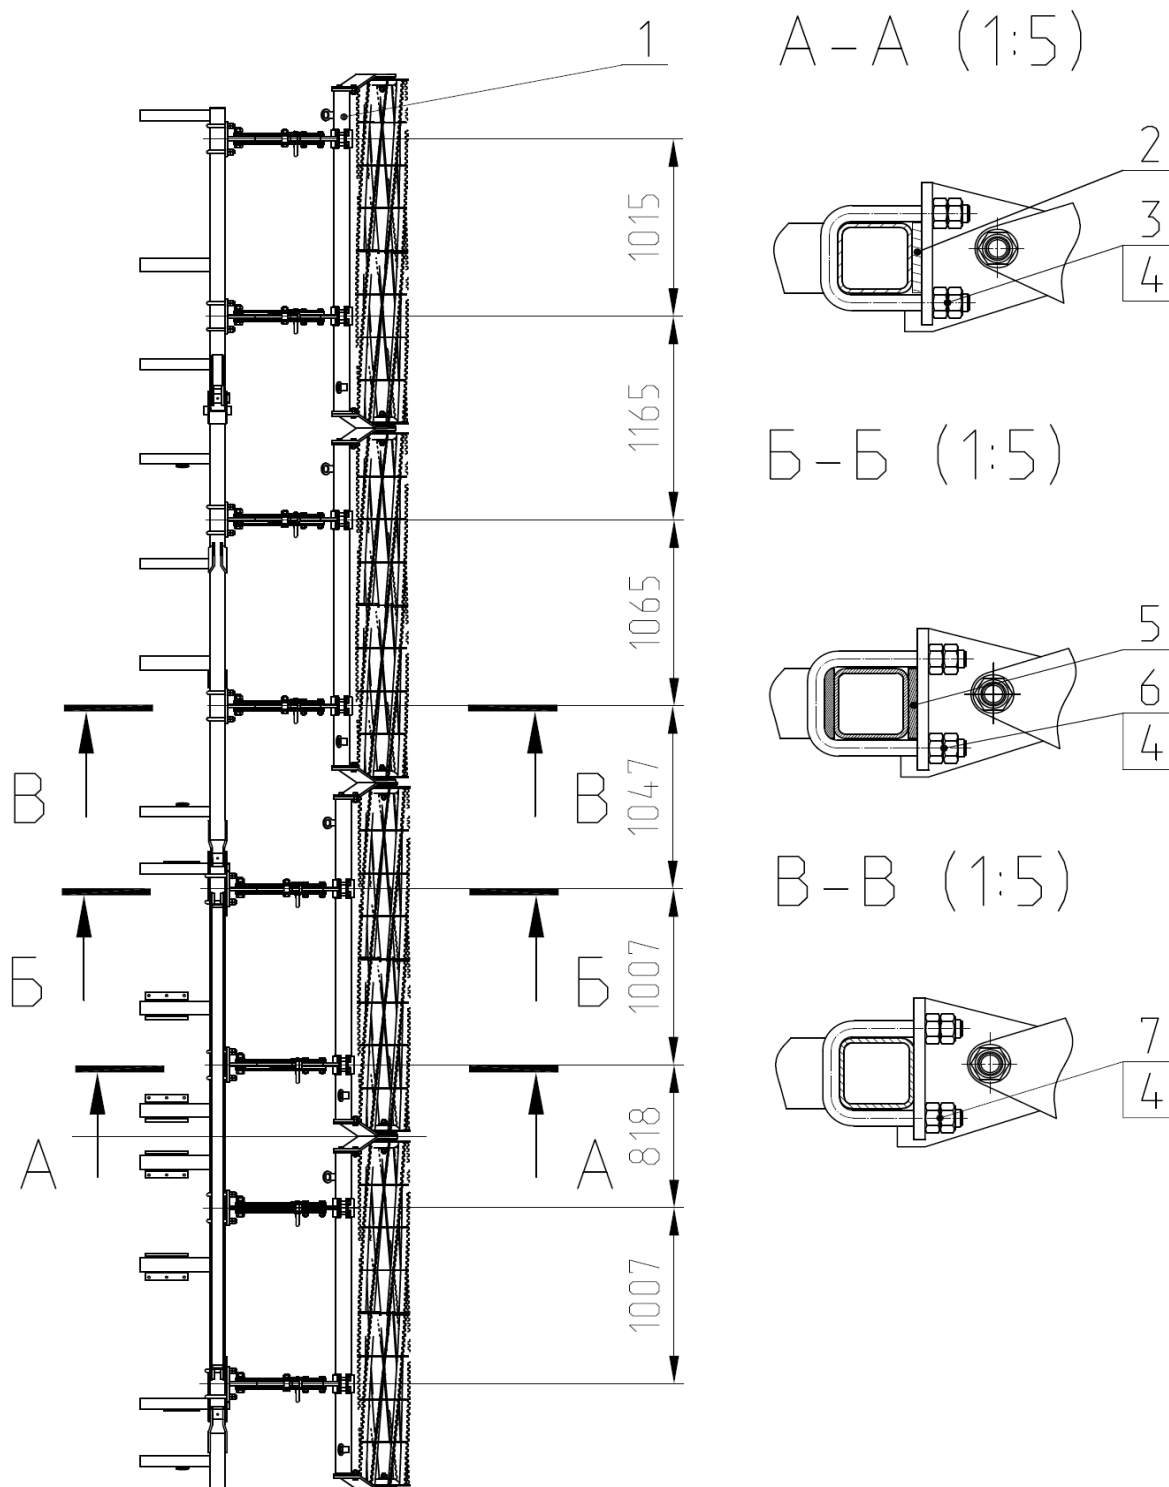

Рис.17 Установка секций однорядного катка КСП 04.160.
2.18. Установка секции катков однорядных КСП 04.160 (Рис.17). Комплект крепится к центральной секции КСП 01.000-01, к крылу КСП 01.090А и к крылу КСП 01.090А-01 закрепленный скобами 3,6,7 и гайкой 4.